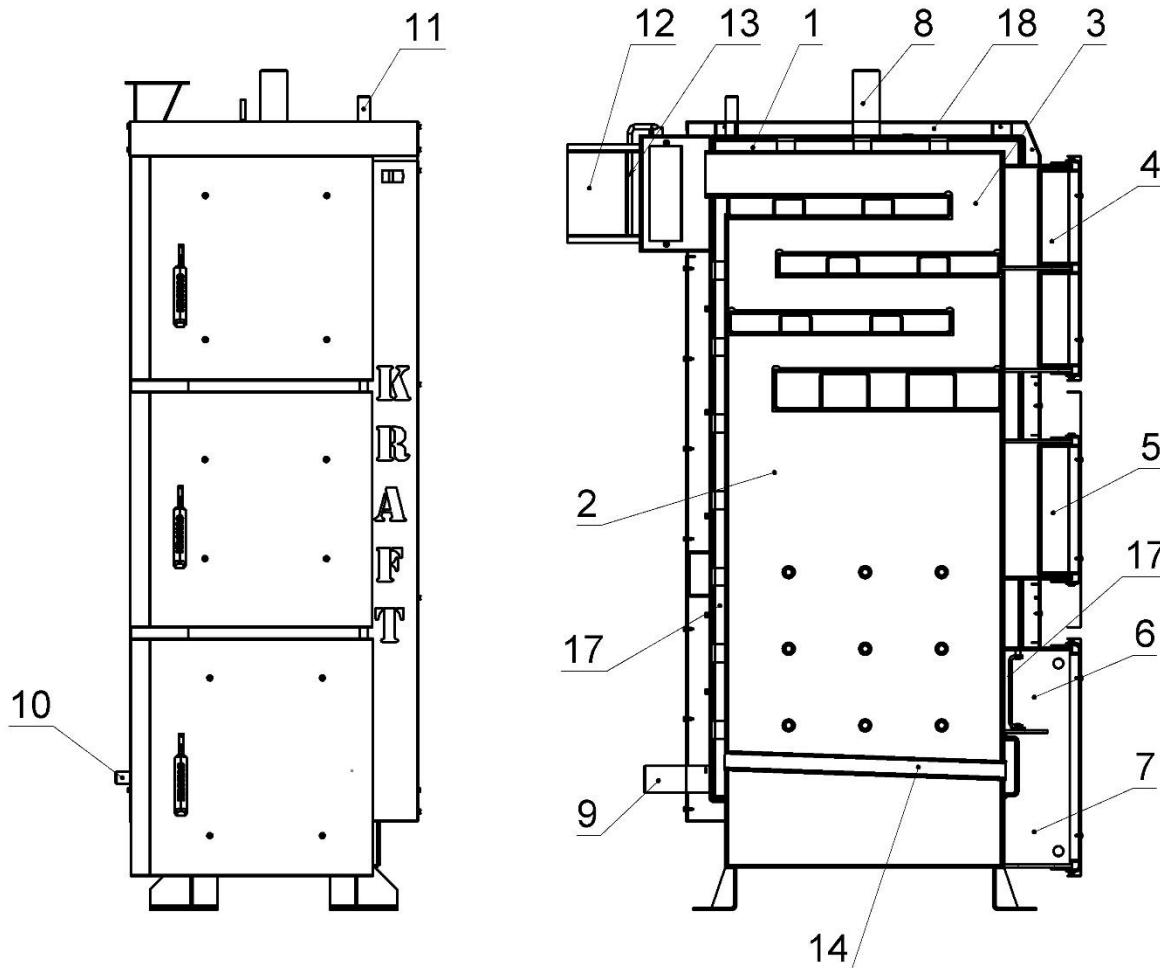

Рисунок 5.1 – Зовнішній вигляд та основні елементи котла типу КТН
Конструктивно котел являє собою збірно-зварену конструкцію, що складається з корпуса (поз. 1, рис. 5.1) з камерою згоряння (топкою) (поз. 2, рис. 5.1). Над топкою розташована конвекційна частина котла (поз. 3, рис. 5.1), що являє собою високоефективний чотирьох-ходовий теплообмінник.
Корпус котла виконаний в формі паралелепіпеду з подвійними стінками, які розділені водними перегородками (поз. 17, рис. 5.1). На зовнішній поверхні корпуса під декоративною обшивкою закріплена теплова ізоляція (поз. 18, рис. 5.1). Паливо для процесу спалення завантажується на колосникові грати (поз. 14, рис. 5.1) крізь завантажувальні дверцята (поз. 5, рис. 5.1). Колосникові грати виконані з товстостінних безшовних труб по яких постійно циркулює вода з водяної оболонки котла, що унеможливлює їх прогорання. Згоряння палива в топці відбувається за участю повітря, яке постачається під колосникові грати припливним вентилятором. Кількість повітря, необхідного для процесу згоряння, регулюється автоматично блоком автоматики управління.
Підведення і відведення теплоносія здійснюється відповідно через патрубки зворотної мережної води (поз. 9, рис. 5.1) і прямої мережної води (поз. 8, рис. 5.1).
Топочні гази виходять у димохід крізь боров (поз. 12, рис. 5.1), розташований у задній частині котла. Боров обладнано вбудованим дросельним клапаном продуктів згоряння – шибером (поз. 13, рис. 5.1). У випадку надто високої тяги у димоході шибер дає можливість її знизити шляхом часткового перекривання вихідного отвору борова.
У верхній частині корпуса котла розташований штуцер для встановлення групи безпеки котла (поз. 11, рис. 5.1).
На бічній стінці корпуса у нижній її частині розміщено штуцер для зливу води з котла (поз. 10, рис. 5.1).
- дверцята для періодичного обслуговування (чищення) конвекційної частини котла (поз. 4, рис. 5.1);
- ревізійний дверцята (поз. 6, рис. 5.1) для періодичного чищення колосникових грат;
- дверцята зольника (поз. 7, рис. 5.1) для можливості спорожнення зольника.